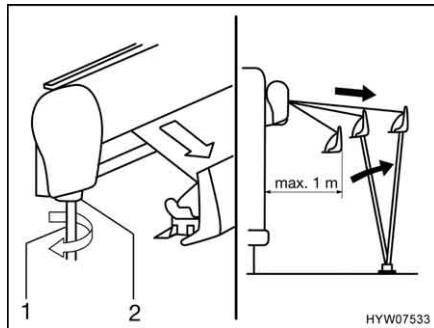

Fig. 15 Estrazione della tenda
- Inserire la manovella (Fig. 15,1) nel supporto a baionetta (Fig. 15,2) della tenda e girarla in senso antiorario.